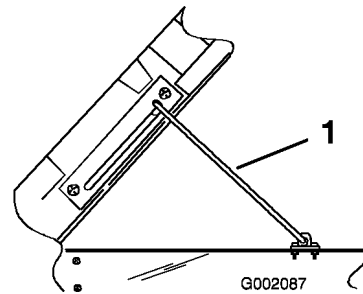

Bild 24
2. Ziehen Sie die Stützstange in die Auskerbung, um die Ladepritsche zu sichern (Bild 24).